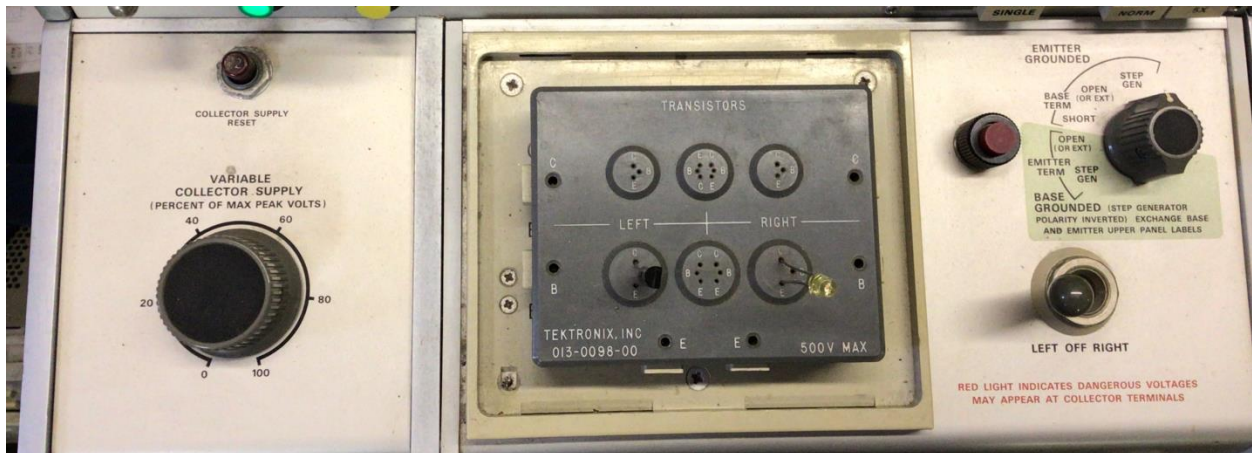
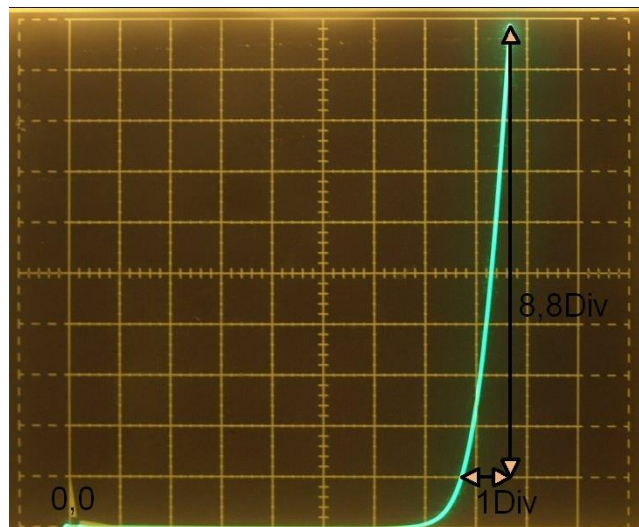

图5. Terminal Selection Switch
图11. 两极管曲线图形
- 1) 把图5中的 **LEFT, OFF, RIGHT** 开关拨向中间 **OFF** 位置
- 2) 把待测量的晶体管 MPS W01A 插入图5的左晶体管插座.
- 3) 把图5中的 VARIABLE COLLECTOR SUPPLY向左调到最小. (0%)
- 4) 把图5中的 **LEFT, OFF, RIGHT** 开关拨向 **LEFT** 位置
- 5) 逐渐向右旋转图5中的 VARIABLE COLLECTOR SUPPLY, 这时就可以看到七条绿色的曲线慢慢的在向右边扩展.
- 2) 把待测量的两极管5v LED 插入图5的右晶体管插座 E, C两端.
- 4) 把图5中的 LEFT, OFF, RIGHT 开关拨向 RIGHT 位置
- 5) 逐渐向右旋转图5中的 **VARIABLE COLLECTOR SUPPLY**, 这时就可以看到1条绿色的曲线慢慢的在向右向上扩展. 这个就是所谓的两极管的击穿曲线 (图11).